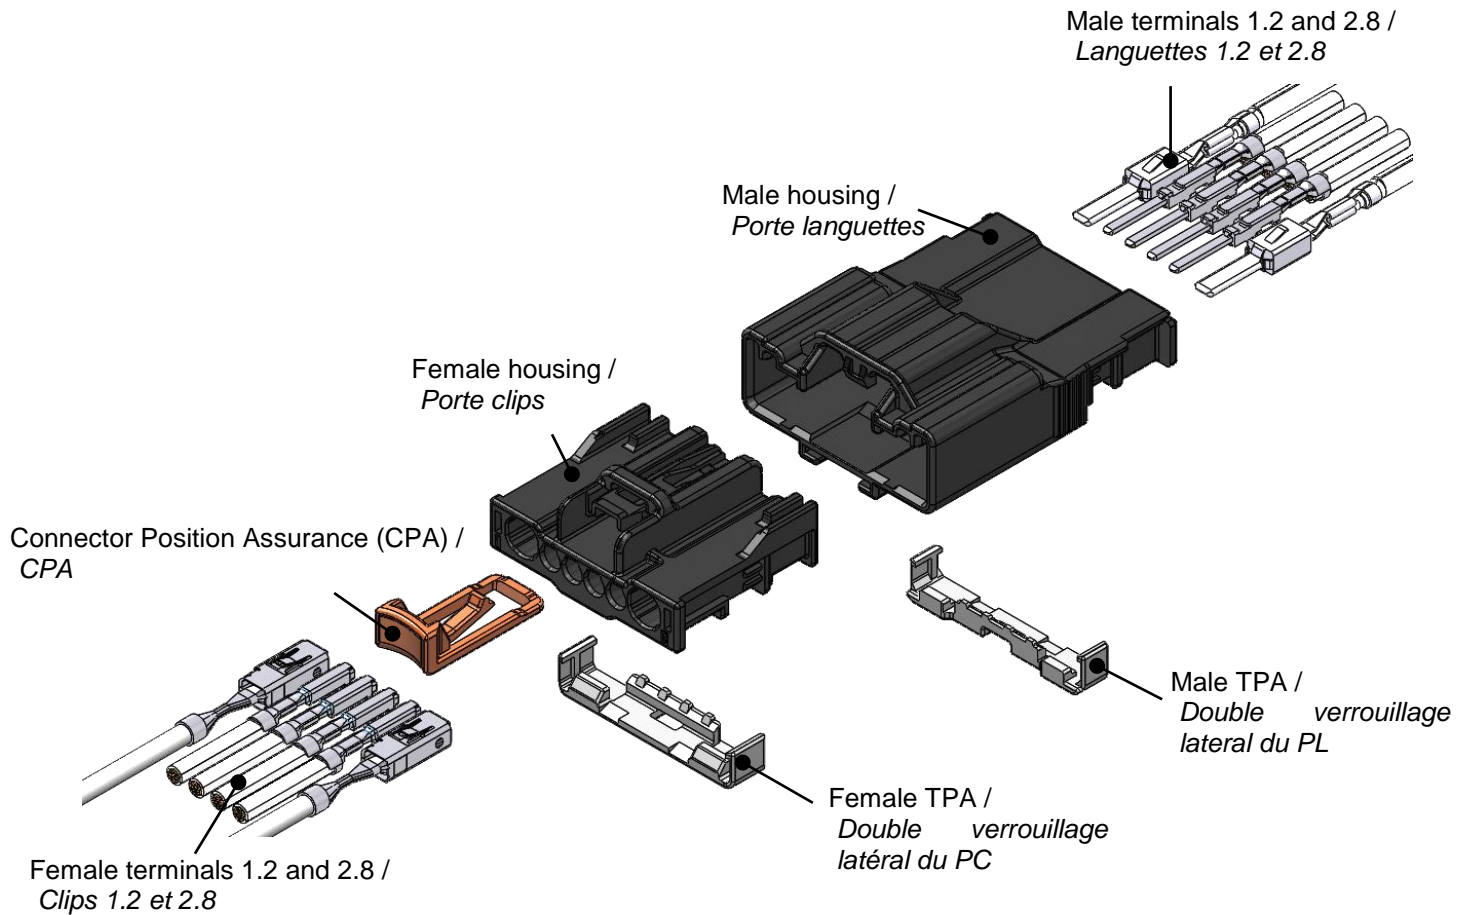

Figure 12 6P hybrid NWP connector – single parts / Connecteur 6 voies hybride - décomposition
1.2 NWP connector parts are shown in Figure 12 (6P 2x2.8+4x1.2 NWP connector is used as an example throughout the entire document).
Les pièces des connecteurs la famille 1.2 sont montrées en figure 12 (le connecteur 6 voies hybride est utilisé comme exemple pour le reste du document).